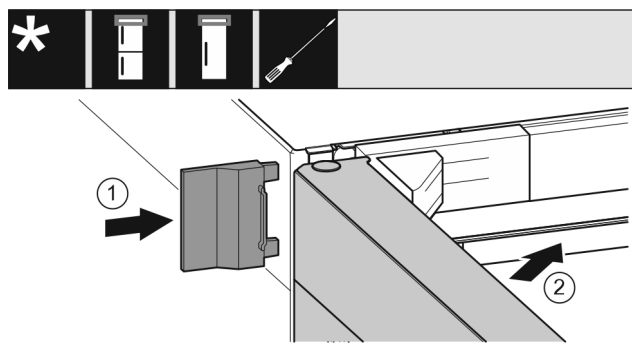

Fig. 23
- Applicare la copertura esterna Fig. 23 (1).
- Chiudere la porta superiore Fig. 23 (2).